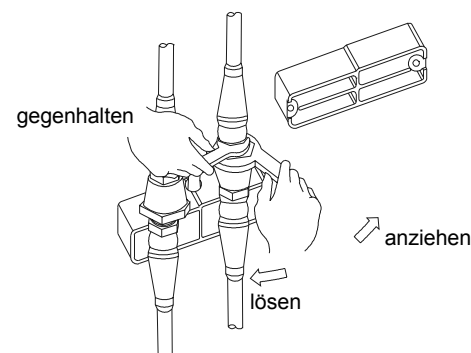

Bild 15
11. Schrauben Sie die rechte Überwurfmutter mit dem beiliegenden Maulschlüssel SW 24 ab. Halten Sie dabei mit dem zweiten Maulschlüssel SW 21 am oberen Kupplungsteil gegen (Bild 15).